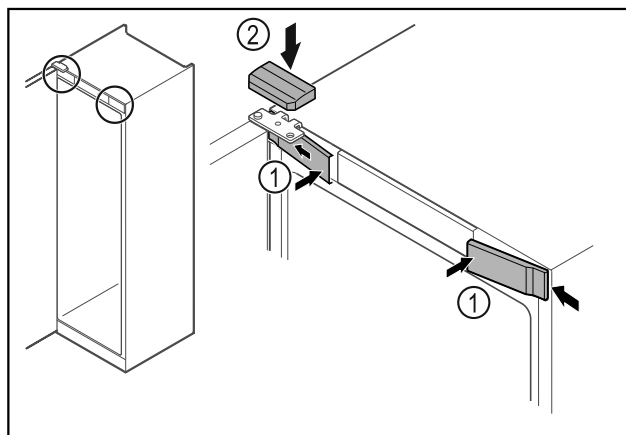

Fig. 59
- Agganciare le coperture anteriori Fig. 59 (1) di lato e innestarle.
- Innestare la copertura superiore Fig. 59 (2) dall'alto.